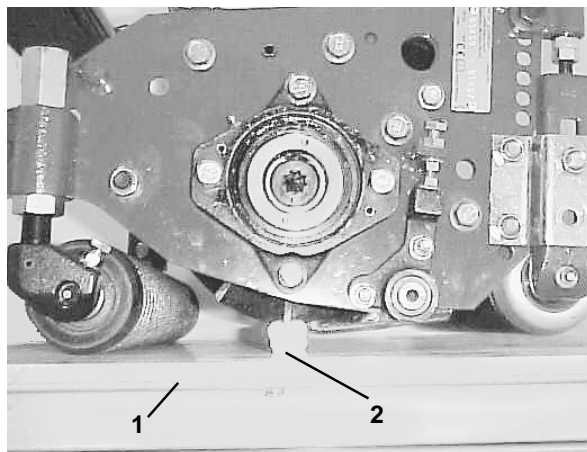

Fig. 20
2. Legg en 13 mm eller tykkere arm under sylindernivene og mot knivplatens kuttekant. Pass på at armen dekker sylindernivene i full bredde. Bakre valse skal ikke kontakte flaten (fig. 20).
3. Vipp klippeenheten frem (på sylindernivene og stålarmen) til fremre valse berører referanseflaten. Sylindernivene og knivplaten må hele tiden berøre armen (fig. 20).